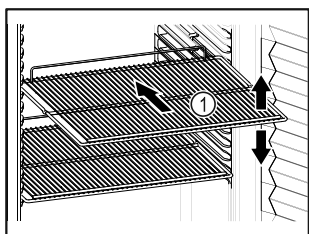

Fig. 84 Példaként szolgáló ábrázolás
- Ha a tároló rácsok Fig. 84 (1) áthelyezhetők, akkor igazítsa be őket a kívánt magasságnak megfelelően.